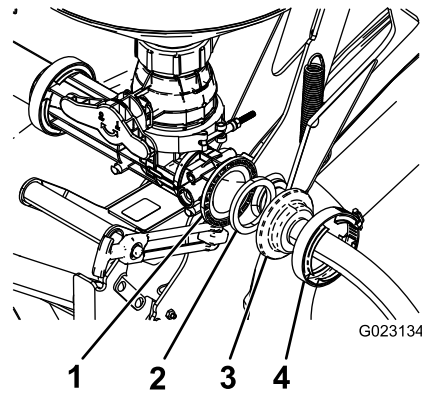

Figura 22
1. Sujete el extremo de la manguera de alimentación que no lleva conector estanco al orificio de la válvula del eyector que está orientado hacia atrás, con una junta y una abrazadera sin fin (Figura 22).